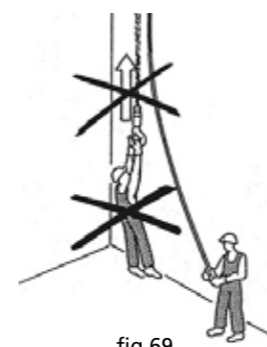

fig.69
- ▶ **MAI** utilizzare il paranco per il sollevamento e il trasporto di persone (fig.69).